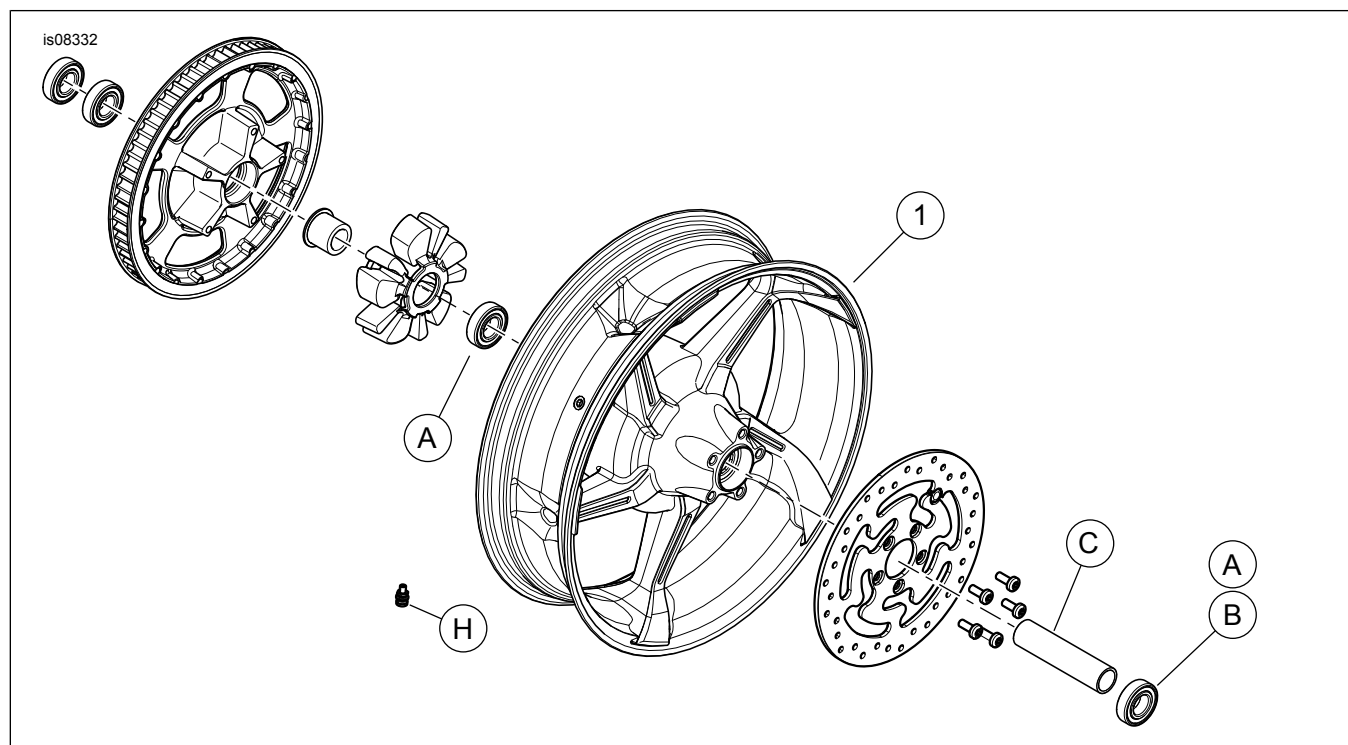

Figura 1. Peças de reposição: Rodas traseiras Aggressor
Veja Figura 1 e as tabelas de peças de reposição.
2. Veja Figura 1. Instale o conjunto da haste de válvula (H) na roda. Consulte o Manual de serviço.